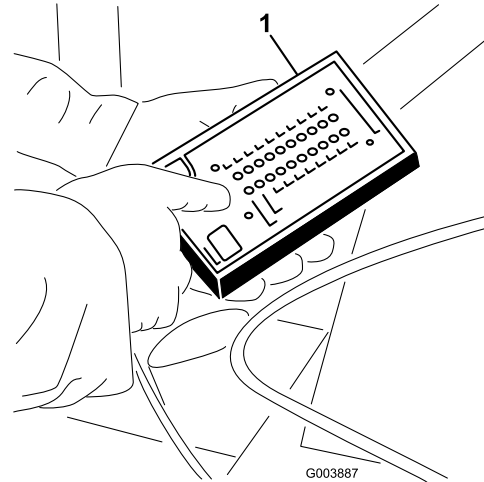

Bild 39
5. Schließen Sie den Stecker der ACE-Diagnostik an den Kabelbaumanschluss an (Bild 39).